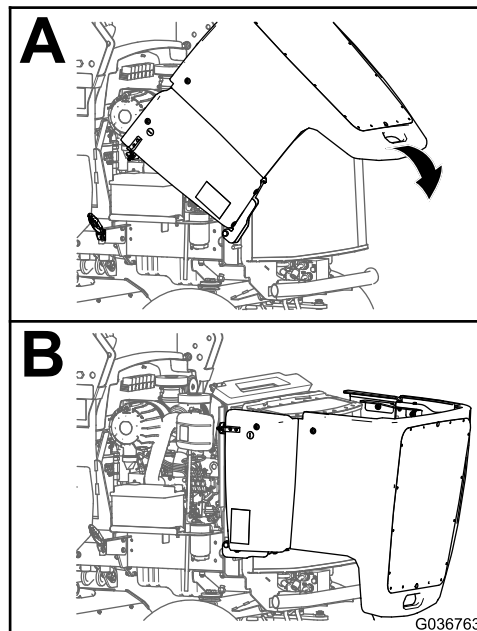

Figura 5
3. Gire con cuidado el capó hacia atrás y hacia abajo (Figura 5).